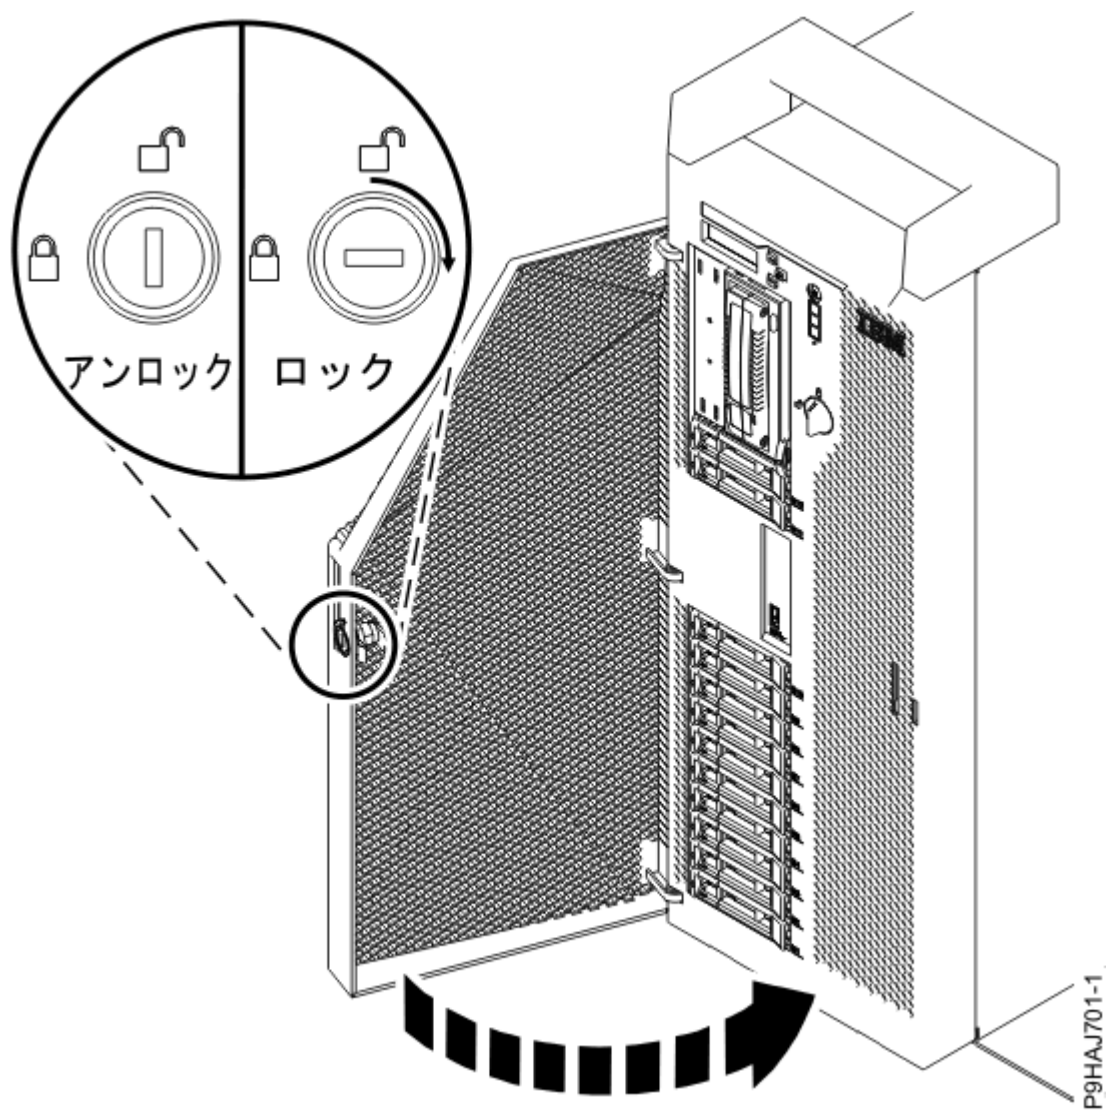

図 48. 前面ドアのロックング
- e) 前面ドアを閉じます。前面ドアの鍵をロックに差し込みます (50 ページの図 48 を参照)。鍵を右 (時計回り) にひねって、ドアをロックします。水平方向がロック状態で、垂直方向がアンロック状態です。